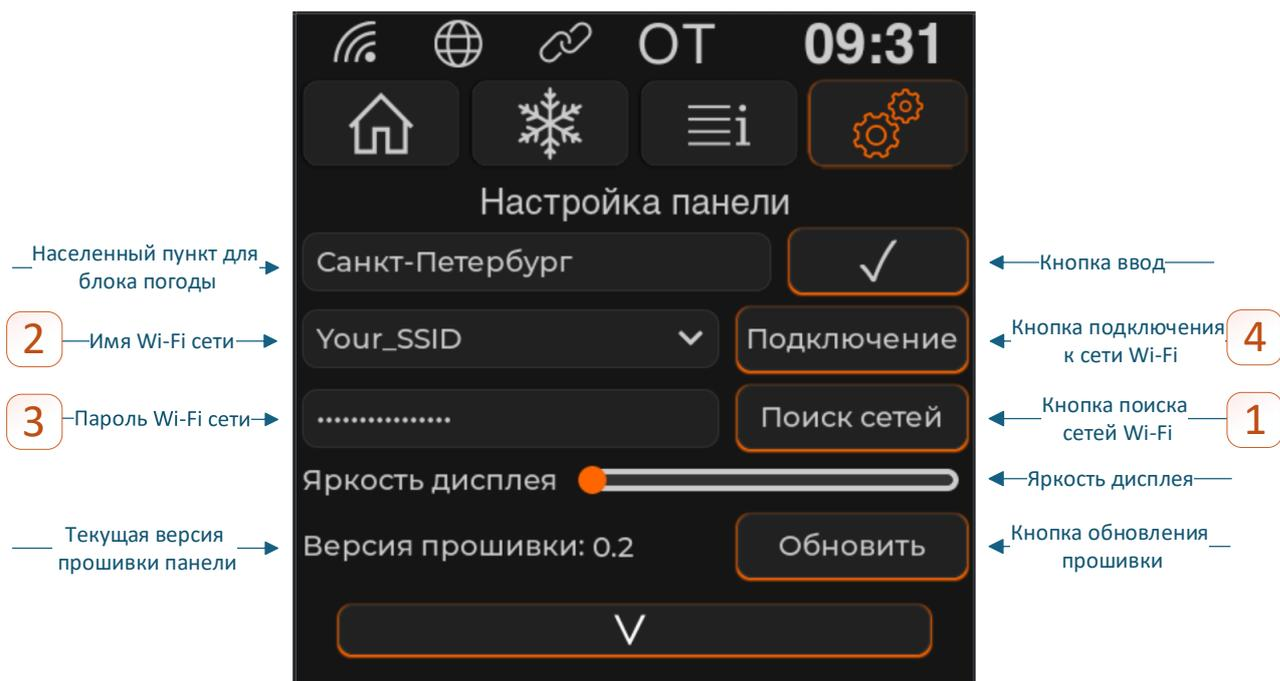

Рисунок 1
1. Нажать кнопку “Поиск сетей” (Рис.1) и подождать несколько секунд.
Для того чтобы подключить Панель к контроллеру необходимо воспользоваться вкладкой “Настройки” (Рис.1).
1. В нижней части экрана нажать кнопку стрелки , (рис.1).
Настройки – это экран с настройками подключения (рис.1), также на нем можно выбрать населенный пункт для блока погоды и изменить яркость.